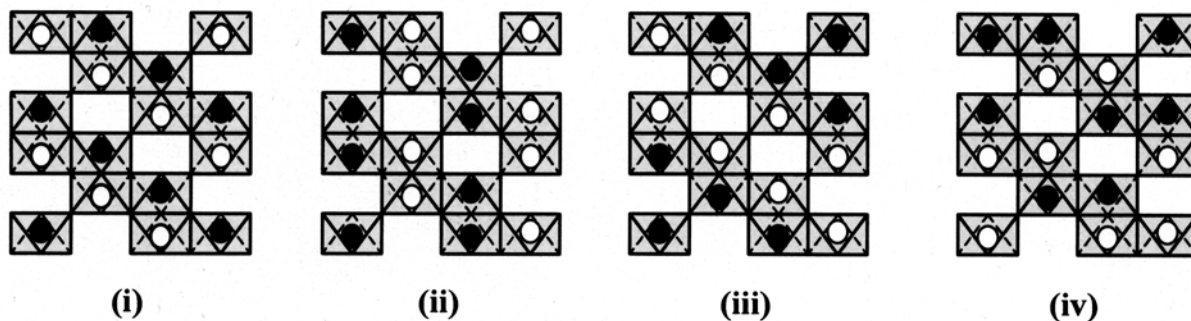

図 1-2
- (b) コランダム型の関連構造として、 FeTiO_3 型と LiNbO_3 型がある。コランダムは A, B イオンが同じ Al^{3+} であるため、空間群は $R\bar{3}c$ となるが、 FeTiO_3 型と LiNbO_3 型では A, B イオンがそれぞれ異なった秩序配列を取るため、空間群はそれぞれ $R\bar{3}$ と $R3c$ となる。 FeTiO_3 型と LiNbO_3 型の A (●印), B (○印) イオンの配列を図 1-2 の(i)～(iv)から選びなさい。